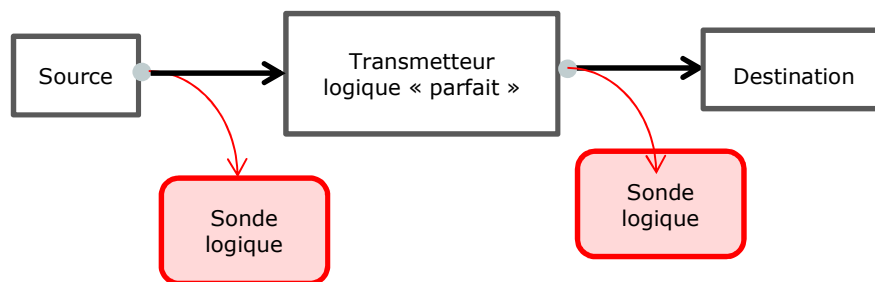

Figure 3. Modélisation de la chaîne de transmission à l'étape 1.
► Étape 1 : *transmission élémentaire "back-to-back"*. On introduira le premier modèle de transmission schématisé sur la figure 3. Il vérifie les propriétés suivantes :